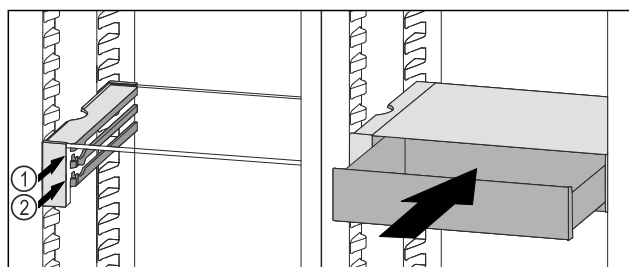

Fig. 70
- ▶ Założyć szufladę VarioSafe za stoperami na wybranych żebrach Fig. 70 (1) lub Fig. 70 (2).